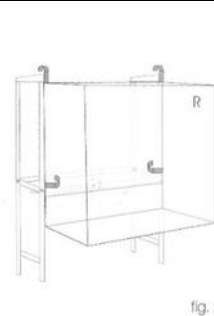

fig. 2
- Introducir el comedero M en las guías de la mesa para nidos (fig. 2) (fig. 3), luego apoye las tapas en arcilla (fig. 3)